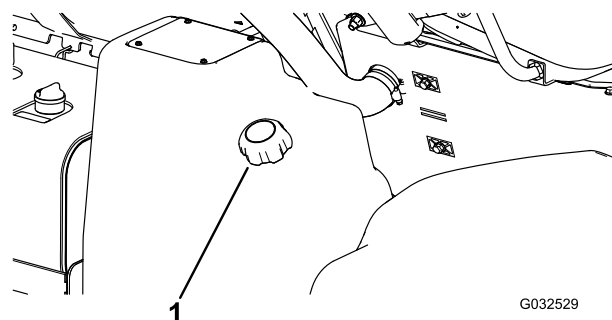

Figure 15
2. Nettoyez la surface autour du bouchon du réservoir de carburant (Figure 15).